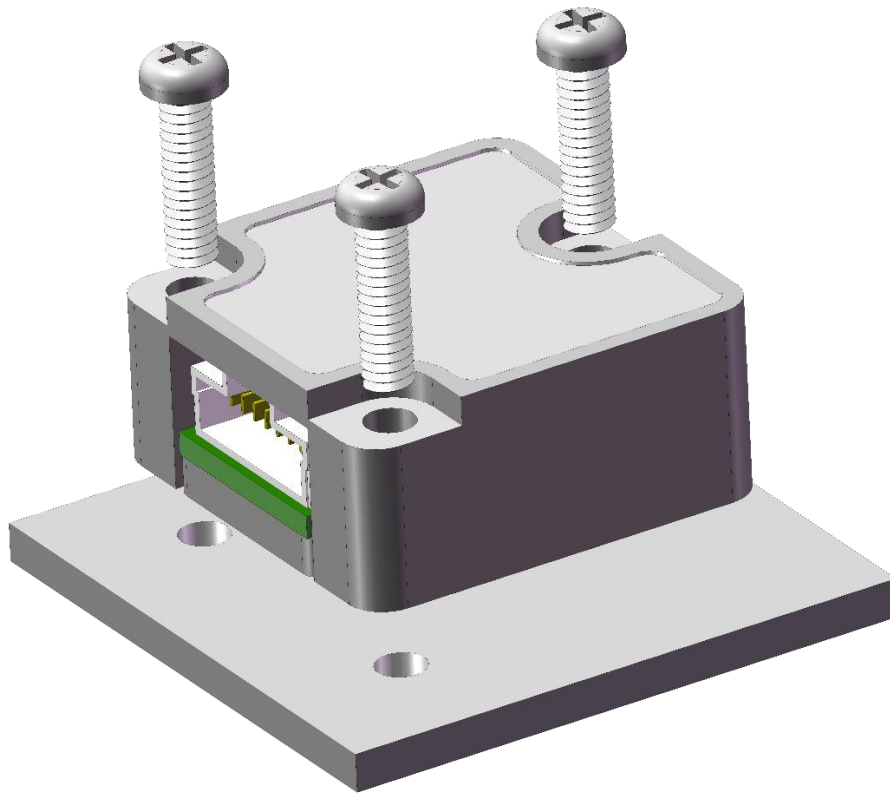

Figure27: Installation diagram
- 有时候用户会在不知情的情况下会将串口与两个主机设备相连，这时候用户的两台主机都会收到 IMU 数据，但是不能对 IMU 进行配置，最典型的情况是用户误将 IMU 同时与用户主机以及我们的上位机相连，如图 27 所示